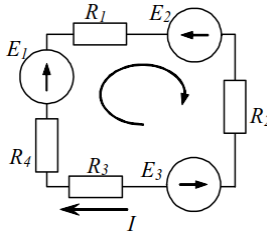

Рисунок 1.6 – Приклад одноконтурного електричного кола
- для замкнутого одно контурного кола (рисунок 1.6).